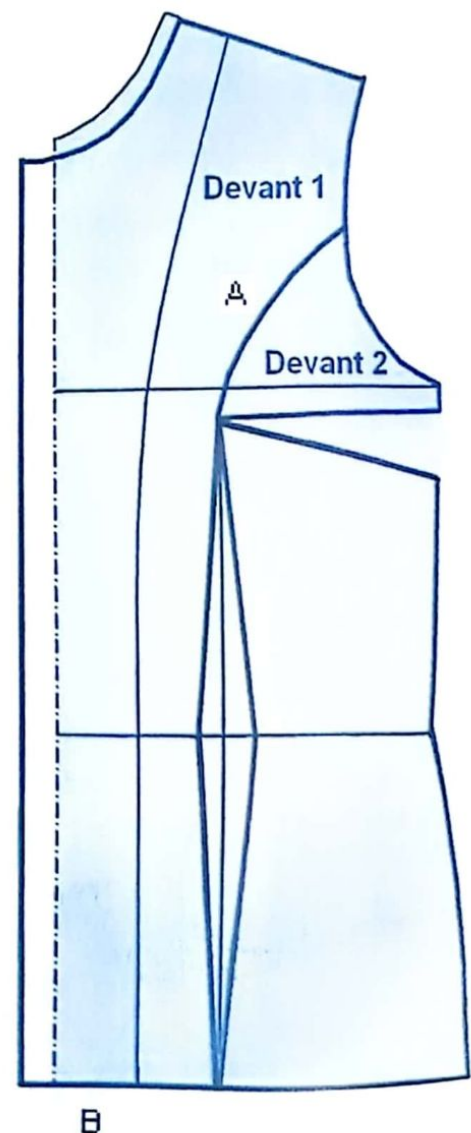

FIG. 1
#### DEVANT (fig.1 et 2)
- Tracez la découpe emmanchure (princesse) à partir de la carrure devant en courbe (tête du perroquet vers le bas) jusqu'au point de poitrine et joignez-la avec le milieu de la pince de taille comme indiqué sur le schéma (A dans fig.1).
- Tracez la parementure devant en partant de la ligne d'épaule à 4 cm de l'encolure en courbe et en joignant la ligne du bas à 8 cm de celle de la croisure en ligne droite (B dans fig.1).